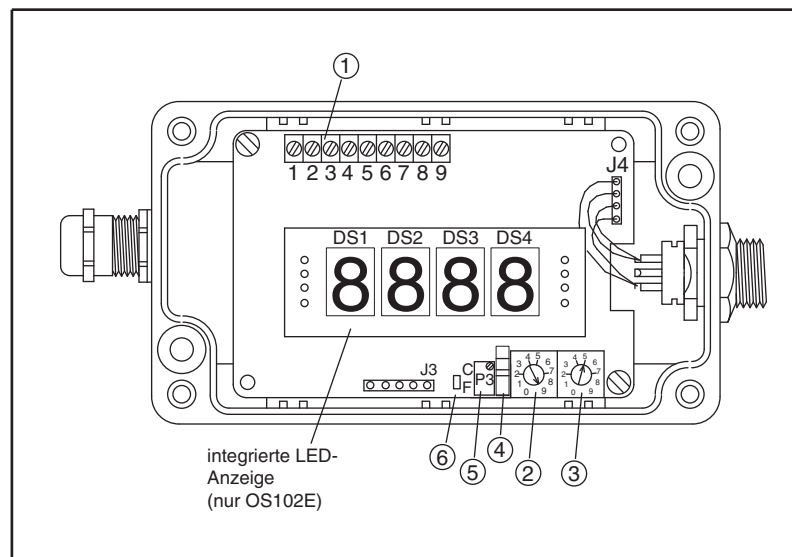

Abbildung 3-1. Hauptplatine
Abbildung 3-1 zeigt die Hauptplatine mit ihren wesentlichen Komponenten:
- Der Schiebeschalter (SW1) auf der Hauptplatine ist auf den Messbetrieb eingestellt (Abb. 3-1).
- Der Emissionsfaktor wurde auf der Hauptplatine korrekt eingestellt (Abb. 3-1).